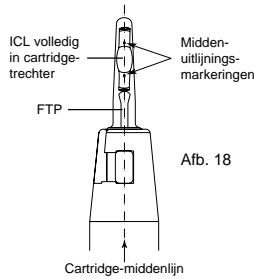

Afb. 16
- Schuif de cartridge in de voorkant van de injector en klik het verticale lipje op zijn plaats. (afb. 16 en 17)